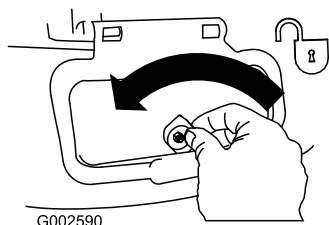

Figure 23
1. Desbloquee la puerta de descarga lateral (Figure 23).